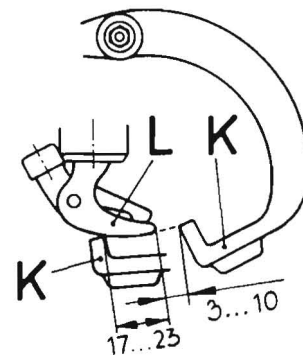

Bild 40
Der Abstand zwischen Abstreifkante (K) des Knotenabziehers und der Spitze des Knoterschnabels (L) muß 3 bis 10 mm betragen, wenn die Rolle des Knotenabziehers auf dem höchsten Punkt der Nocke der Knüpferscheibe aufliegt (Bild 40).
Der Knotenschnabel darf während einer vollen Umdrehung der Knüpferscheibe keine Stelle des Knotenabziehers berühren. Die runde Abstreifkante (K) des Knotenabziehers muß mittig, leicht und gleichmäßig am Rücken des Knoterschnabels entlanggleiten. Beginn der Anlage der Abstreifkante (K) (Bild 40) am Knoterschnabelrücken 17 bis 23 mm vor der